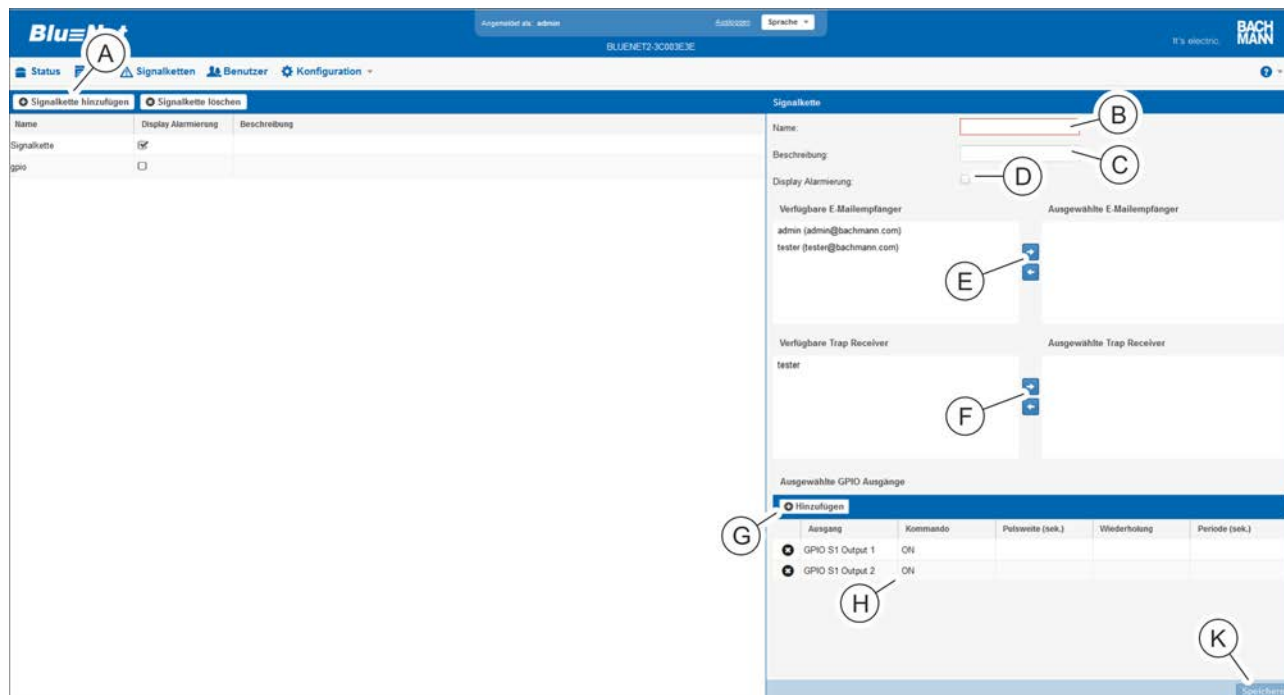

Abb. 156: Menü "Signalkette"
2. Über die Schaltfläche „*Signalkette hinzufügen*“ (Abb. 156/A) eine neue Signalkette anlegen.
3. Im Bereich „*Signalkette*“ einen Namen für die Signalkette eingeben (Abb. 156/B).
4. Bei Bedarf eine Beschreibung für die Signalkette eingeben (Abb. 156/C).
5. Checkbox „*Display Alarmierung*“ bei Bedarf aktivieren, um eine Alarmmeldung auf dem Display der PDU anzeigen zu lassen (Abb. 156/D).
6. Im Feld „*Verfügbare E-Mailempfänger*“ bei Bedarf einen Empfänger für eine E-Mail-Benachrichtigung auswählen und über die Schaltfläche ins Feld „*Ausgewählte E-Mailempfänger*“ schieben (Abb. 156/E).
7. Im Feld „*Verfügbare Trap Receiver*“ bei Bedarf einen Trap-Empfänger auswählen und über die Schaltfläche ins Feld „*Ausgewählte Trap Receiver*“ schieben (Abb. 156/F).
8. ➔ Wenn die Signalkette mit einem Ausgang an einem GPIO-Modul verknüpft werden soll, die Schaltfläche „Hinzufügen“ (Abb. 156/Ⓒ) auswählen.
10. ➔ Bei Bedarf den entsprechenden Ausgang in der Liste auswählen und über das Auswahlménü „ON“ / „OFF“ (Abb. 156/Ⓗ) festlegen, ob das Relais beim Auslösen der Signalkette ein- oder ausgeschaltet werden soll.
11. ➔ Auswahl über die Schaltfläche „Speichern“ bestätigen (Abb. 156/Ⓘ).
⇒ Die Signalkette ist angelegt (Abb. 156/Ⓟ).